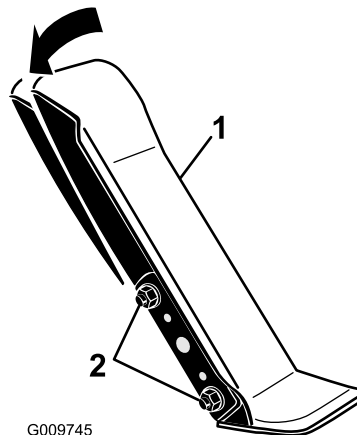

Figura 87
1. Desaperte as 2 porcas e parafusos que fixam o lado esquerdo do pedal de tração ao suporte (Figura 87).
2. Rode o pedal para o ângulo de funcionamento pretendido e apertar as porcas (Figura 87).